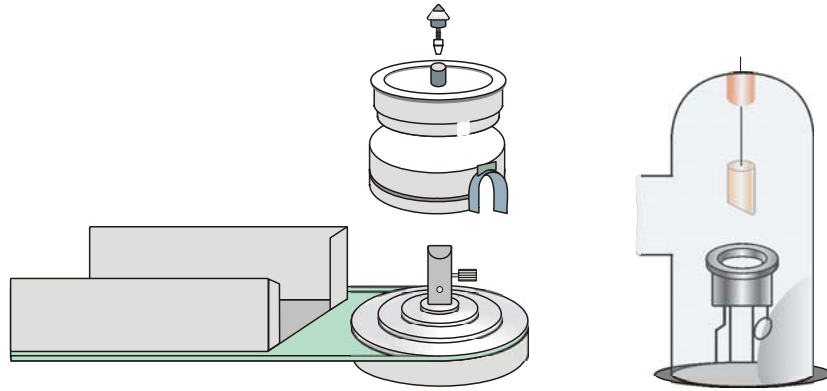

Fig. 7 Ein- bzw. Aufbau der Debye-Scherrer-Kamera
Die Debye-Scherrer-Kamera besteht aus drei Teilen: Gehäuse, Deckel und Spannhalter mit Kegelrad (siehe Fig. 7). In Verbindung mit dem Motorantrieb sind z.B. Drehkristallaufnahmen möglich.
- Gehäuse der Debye-Scherrer-Kamera probeweise zwischen Bleiglasdom und Probenhalter platzieren (siehe Fig. 7). Falls die Kamera nicht spielfrei sitzen sollte, kann mit der Schraube am Boden der Kamera eine Anpassung vorgenommen werden.